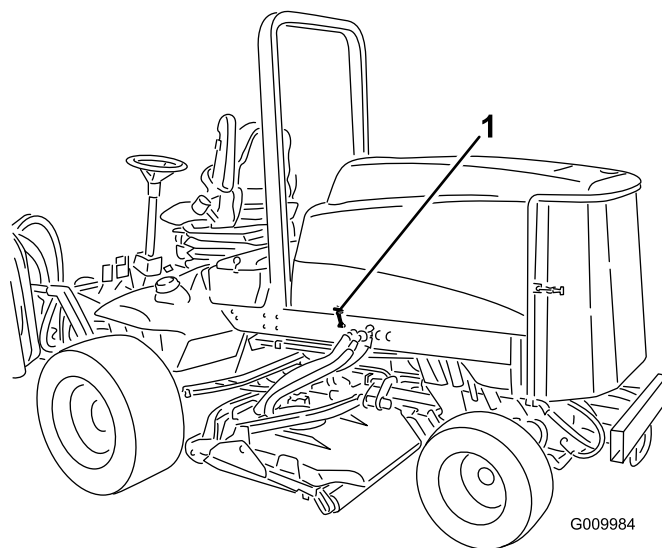

図 3
1. フード・ラッチ・ブラケットからフード・ラッチを外す (図 3)。